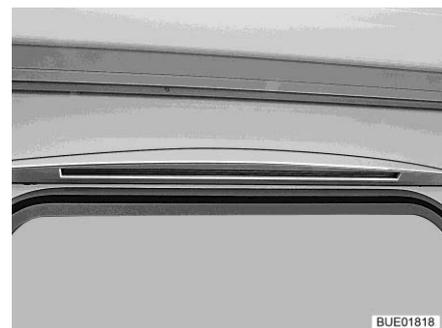

Fig. 79 Lámpara del toldo
- Iluminación del toldo (Fig. 79) (en parte equipamiento especial)